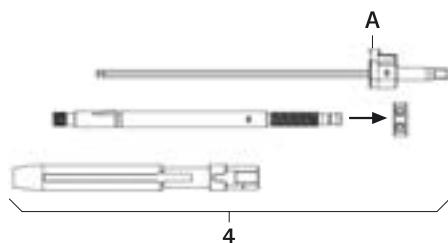

Fig. 1
- Desmontar la palanca de reposición 4, ver Fig. 1: